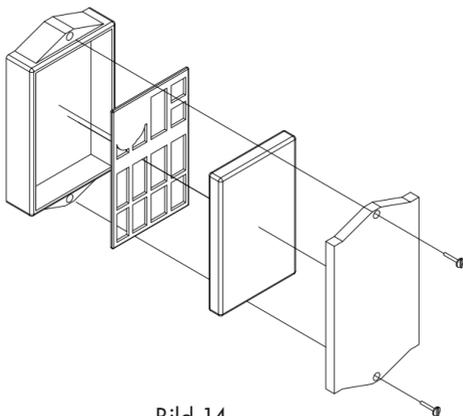

Bild 14
- Lossa de övre och nedre skruvarna på luftfilterkåpan och ta bort filtret enligt bild 14.